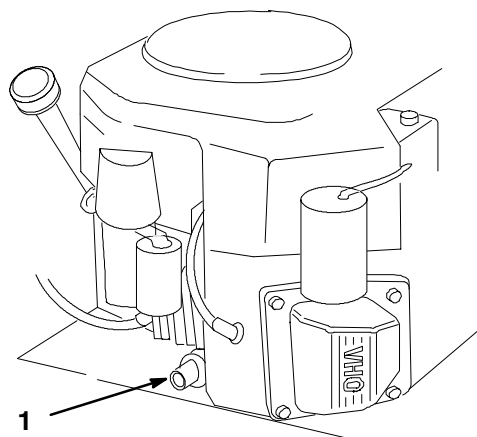

Figure 21
4. Placez un bac de vidange sous l'orifice de vidange. Ouvrez la vidange d'huile en lui donnant 1/8 de tour vers la gauche et en la tirant (Fig. 21).